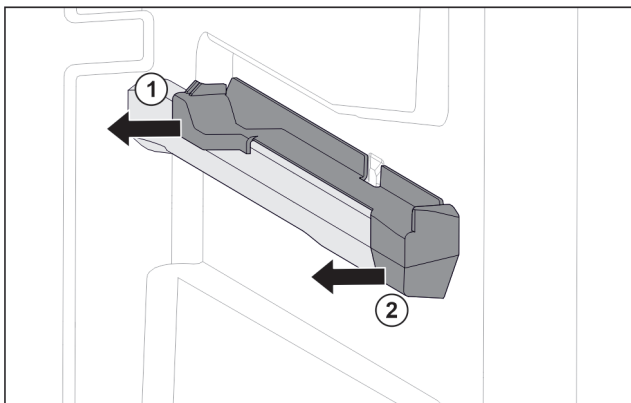

Fig. 216 Pjesa kapëse në brinjën e djathtë të kutisë
- Tërhiqni anash pjesën kapëse në pjesën e pasme. Fig. 216 (1)
- Tërhiqni anash pjesën kapëse në pjesën e përparme. Fig. 216 (2)